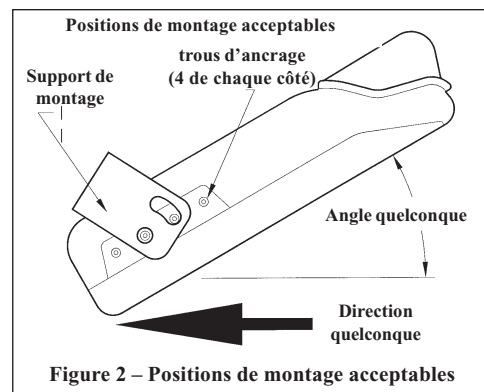
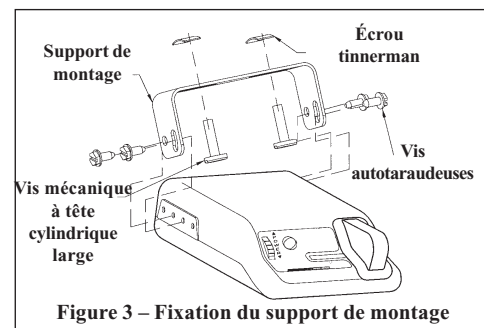

Figure 2 – Positions de montage acceptables
Figure 3 – Fixation du support de montage
1. Installer le support de montage sur une surface rigide sous le tableau de bord du véhicule remorqueur à l'aide des deux vis mécaniques et fixations fournies. Serrer bien. **Voir la figure 2 - Positions de montage acceptables, et la figure 3 - Fixation du support de montage.**